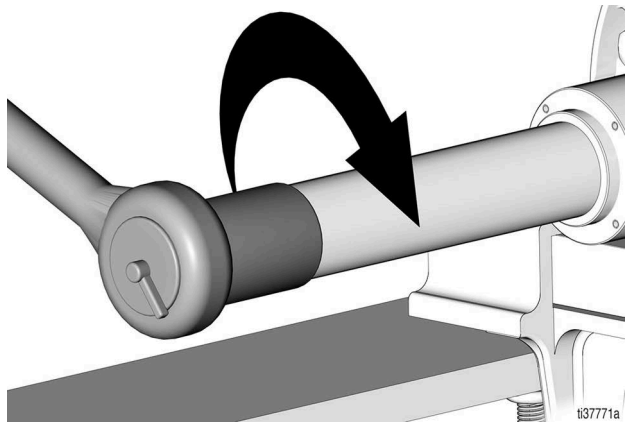

Рис. 30
14. Произведите замену фиксатора уплотнения (6) и затяните его от руки (Рис. 30).
15. Нанесите противозадирную смазку на наружную резьбу цилиндра насоса (2) и установите блок обратно. Затяните соединение, используя торцевой ключ на 1-13/16 дюйм. (момент затяжки 318,6–359,3 Н•м / 235–265 фут.-фунт.).